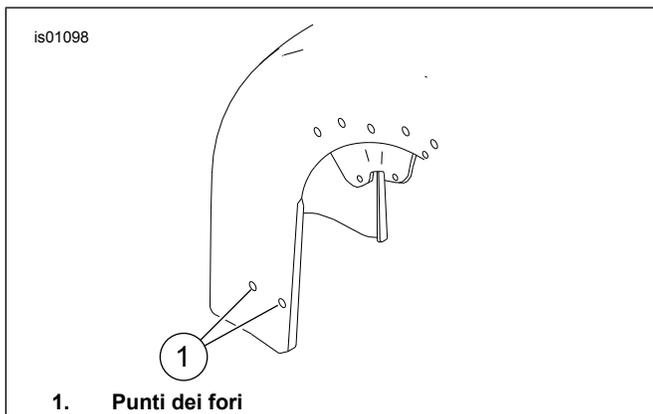

Figura 2. Installazione della bordatura sul parafango spoglio anteriore
1. Vedere la Figura 2. Pulire la parte del parafango dove verrà montata la bordatura (1) e coprirla con nastro per mascheratura per proteggere la superficie verniciata durante il posizionamento della bordatura e l'esecuzione dei fori.